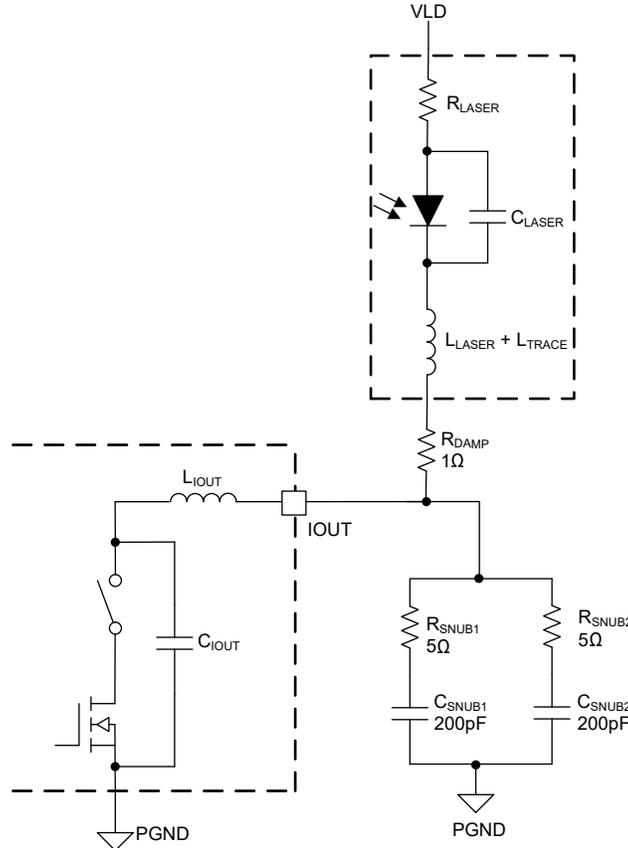

図 7-3. IOUT パス用の二次 RLC 回路
- IOUT パルスにおける重要な応答を実現するために、図 7-3 に示す二次系で ZETA (ζ) を 1 にすることを設計の目標とします。CIOUT よりもはるかに大きな CSNUB を追加することで、二次回路の動作は主に CSNUB の値により決定されます。